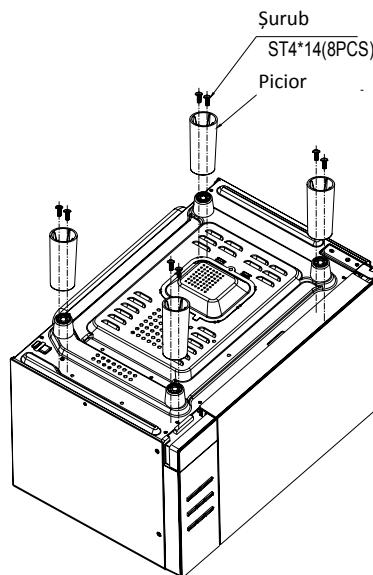

Fig 1
b) Instalați picioarele cu șuruburi autoblocante, așa cum este indicat în Fig. 1.